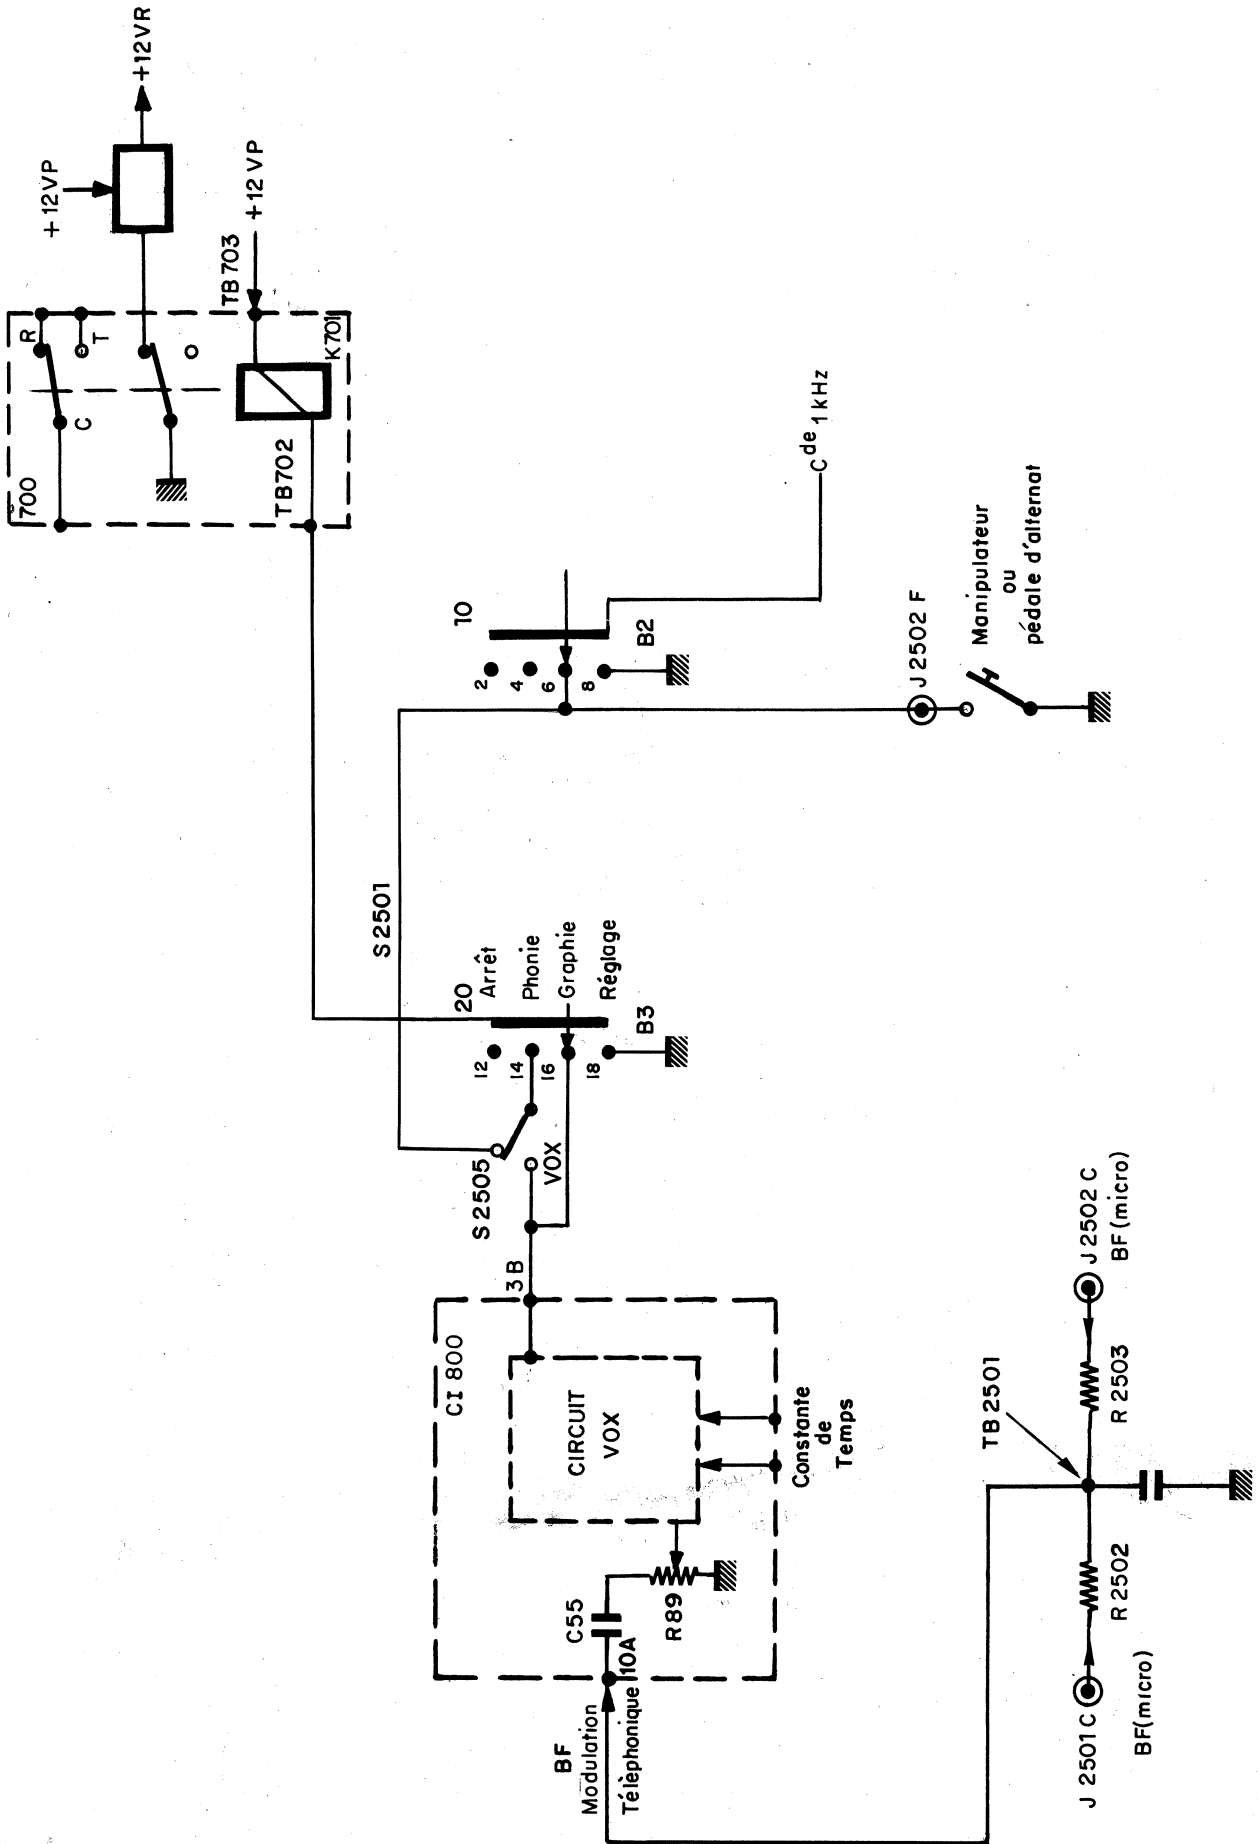

Fig. 3.7
3.2.5 - Circuits de commande d'alternat (voir Fig. 3-7)